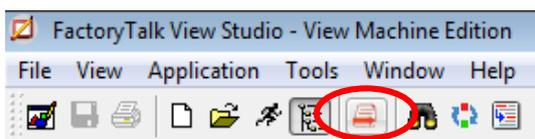

Figura 40: Selección de “Transfer Utility”
5. ir al icono de "Transfer Utility" como se muestra en la Figura 40.
6. Dar clic en donde nos indica la Figura 40 para escoger el archivo (*.mer) que hemos creado anteriormente, seleccionar “Download as:” el cual se habilitará para colocar el nombre de como queramos que se llame el archivo en Panel View.